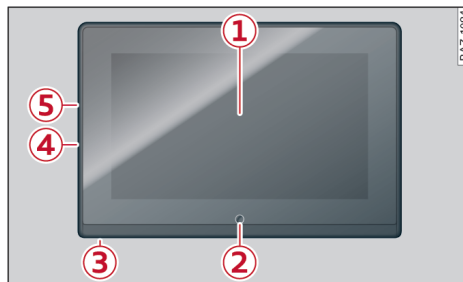

图 20 设备构成
- ▶ 按开机/关机按钮 ② → 25 页，图 20。
- ▶ 将传输设备通过 HDMI 与显示屏接口⑤连接⇒ 25 页, 图 20 并选择显示屏 **HDMI**。
- ▶ 点按按键②⇒ 25 页, 图 20。
- ▶ 点按 ① 调出内含的帮助。
- ▶ 按住开机/关机按钮②⇒ 25 页, 图 20 至少 10 秒钟。